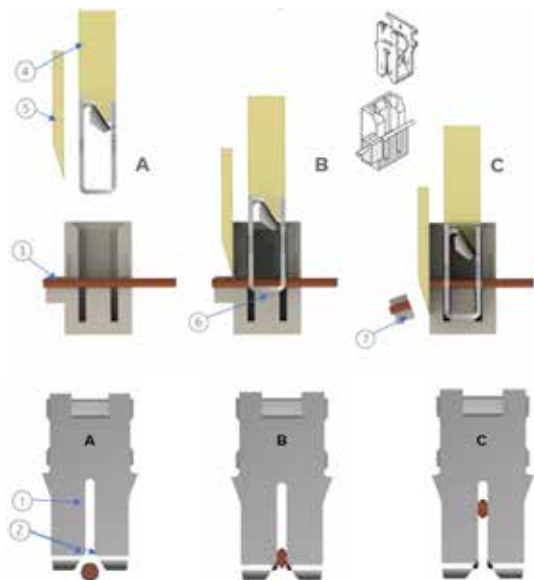

图 4: MAG-MATE 端子操作示意
MAG-MATE 端子解决方案: 图 4 详细说明了 MAG-MATE 端子如何实现免焊电机连接。这些接线端子在每根漆包线的两个点上都设有带剥线肩带 (2) 的刺破式连接器 (IDC) (1) 槽。在将漆包线定位到腔槽 (3) 中后, 即可使用 MAG-MATE 端子插入器插入端子, 该插入器包括插入指针 (4) 和修剪刀片 (5)。剥线肩带在插入过程中去除绝缘层, 并将裸线压接到插槽中, 支撑砧座 (6) 将其固定到位。此步骤还会修剪漆包线和漆包线支撑块 (7), 从而提供坚固可靠的连接。